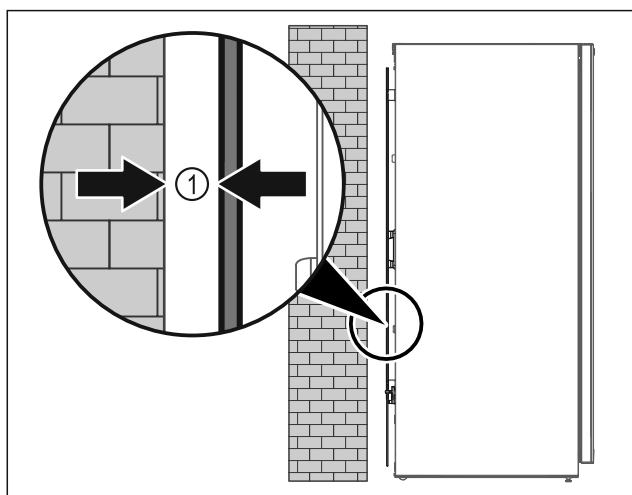

Fig. 37
- Ustavte spotřebič buď volně v místnosti nebo přímo u stěny v minimální vzdálenosti 5 mm Fig. 37 (1).